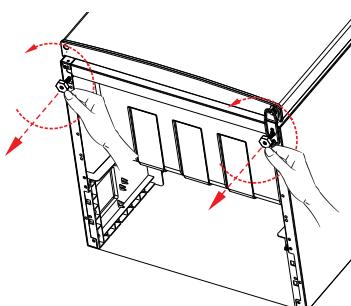

Fig. 1
- Skru apparatfodderne ud ved at dreje mod urets retning (fig. 1).